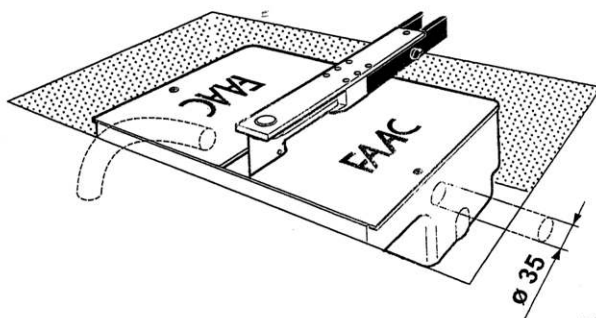

Fig. 7
- 3) założyć przepust kablowy z PCV średnicy 40 mm dla kabla 4-ro żyłowego dla aparatury elektron. (rys.7). Zaleca się także ułożenie rury drenażowej dla wody deszczowej od kasety do najbliższego punktu kanalizacji tak jak pokazano na rys.7.